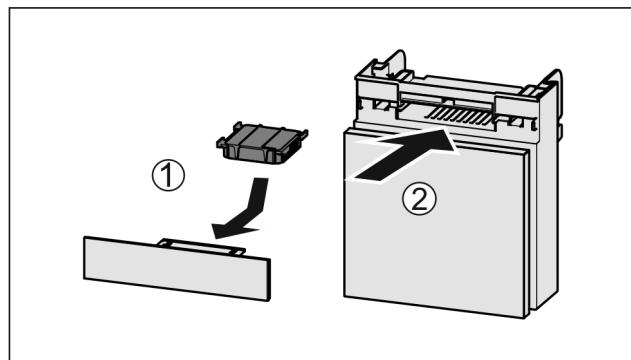

Fig. 143
- Vložte aktívny uhlíkový filter podľa obrázka Fig. 143 (1).
► Zasuňte zásuvku Fig. 143 (2).